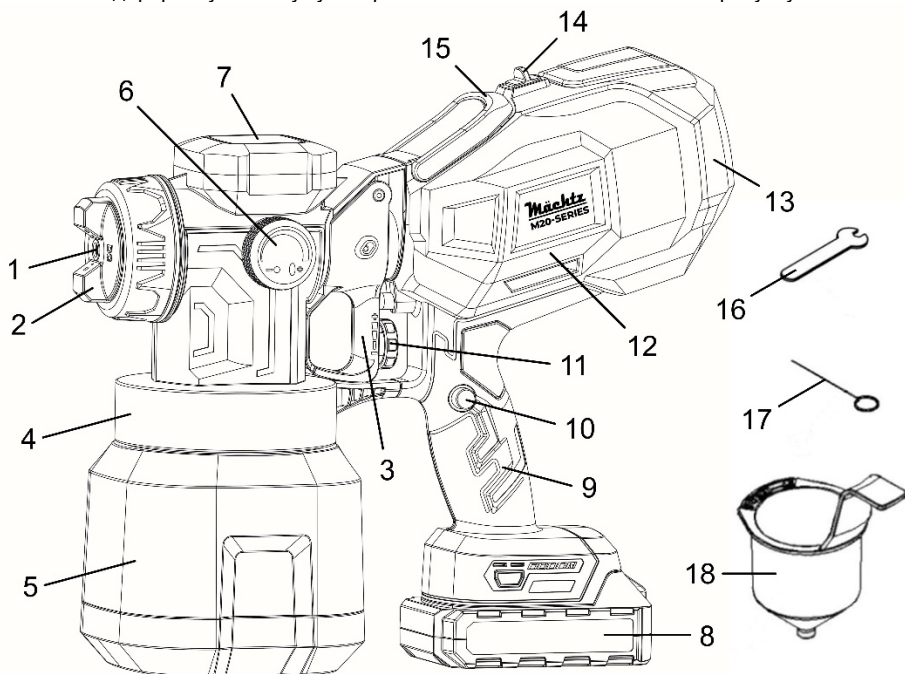

Рисунок 1
2.3.1 При натисканні та утриманні в натиснутому стані пускової клавіші (3, рисунок 1) запускається електродвигун з крильчаткою для створення необхідного тиску для фарбування. Фарба втягується з ємності (5, рисунок 1) до форсунки (1, рисунок 1), яка здійснює розпилення.
2.3.2 Виріб має регулятор інтенсивності розпилення (11, рисунок 1), за допомогою якого можна налаштувати кількість та швидкість подачі фарби. Обертання регулятора за годинниковою стрілкою збільшує інтенсивність розпилення, проти годинникової стрілки – зменшує.
2.3.3 Регулятор орієнтації факела розпилення (2, рисунок 1) змінює просторову орієнтацію факела між горизонтальним та вертикальним положеннями.
2.3.4 Для більшої зручності при використанні виріб оснащений регулятором форми факела розпилення (6, рисунок 1), який збільшує або зменшує площу поверхні, що покривається факелом фарби.
2.3.5 На виробі передбачена додаткова можливість швидкого наповнення ємності для фарби (5, рисунок 1). А саме через швидкозаливну горловину, яка розташована під кришкою (7, рисунок 1) у верхній частині блока розпилення (виріб з відкрученою кришкою швидкозаливної горловини показано на рисунку 2). При такому способі заповнення ємності фарбою, її знадобиться знімати тільки по завершенні робіт для миття і очищення ємності та всмоктувальної трубки. Це додає зручності при обробленні поверхонь великої площі, коли виникає потреба частого поповнення ємності робочим матеріалом.
2.3.7 Виріб комплектується віскозиметром (18, рисунок 1) – приладом для вимірювання в'язкості фарби, двома форсунками з мідними дюзами під отвори діаметром 1,8 мм і 2,5 мм, а також голкою (17, рисунок 1) для прочищення форсунок та ключем (16, рисунок 1) для їх заміни.
Для від'єднання блока розпилення необхідно спочатку натиснути кнопку його розблокування (10, рисунок 1) і одночасно повернути блок проти годинникової стрілки та витягнути його з посадкового місця.
### 4.3 Наповніть ємність (5, рисунок 1) робочим матеріалом, скориставшись одним з двох способів:
- перший спосіб: відкрутіть ємність для фарби (5, рисунок 1), заповніть її до потрібного рівня та надійно закрутіть;
4.4 Під'єднайте акумуляторну батарею (8, рисунок 1) до відповідного роз'єму в нижній частині рукоятки виробу (9, рисунок 1) до характерного «кляцання». Перевірте надійність встановлення батареї.
4.5 Для увімкнення виробу натисніть пускову клавішу (3, рисунок 1) і за допомогою регулятора (11, рисунок 1) налаштуйте потрібний рівень інтенсивності розпилення. Щоразу при натисканні пускової клавіші рівень інтенсивності розпилення буде відповідати встановленому.
4.10 Для вимкнення виробу відпустіть пускову клавішу (3, рисунок 1).